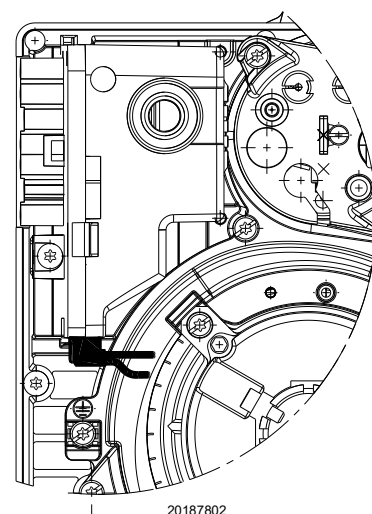

Abb. 17
- Die korrekte Einschaltung der Steckverbinder anhand der Symbole auf der Unterseite der Flammenüberwachungseinrichtung überprüfen: Sich vergewissern, dass die Steckverbinder vollständig eingesteckt sind, indem Sie sie bis zum Anschlag einschieben, jeder in seiner eigenen Position. Alle Steckverbinder müssen mit den Anschlusskabeln zur Innenseite des Brenners gerichtet sein (siehe Abb. 17).